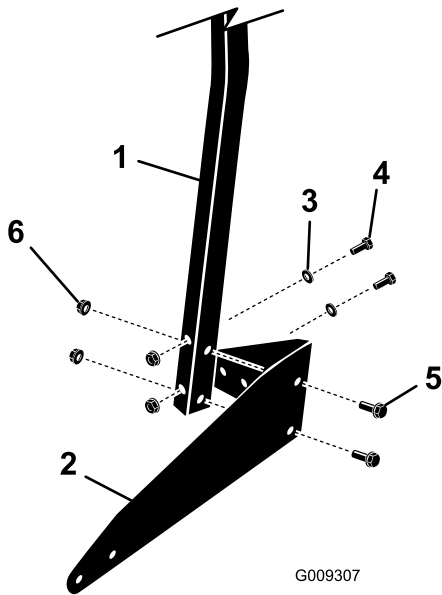

Bild 2
- A. Befestigen Sie die Stützhalterungen lose mit vier Schrauben (5/16" x 2-3/4"), vier Schrauben (5/16" x 1-3/4"), vier Flachscheiben (5/16") und acht Bundmuttern (5/16"), wie in Bild 2 abgebildet.